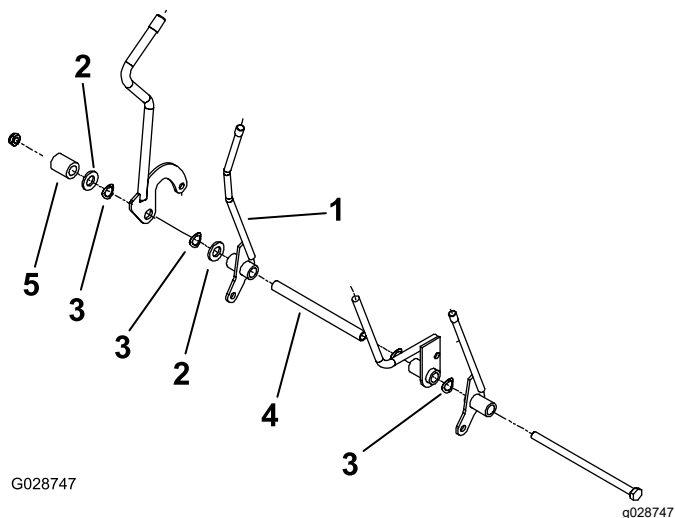

Figura 8
Nota: Coloque la palanca como se muestra en Figura 8.
8. Instale en el perno los componentes que había retirado anteriormente y colóquelos como se muestra en Figura 8.
9. Fije el perno al soporte de la palanca con la tuerca que retiró anteriormente (Figura 8).
Nota: La posición de la palanca se muestra en la Figura 8.